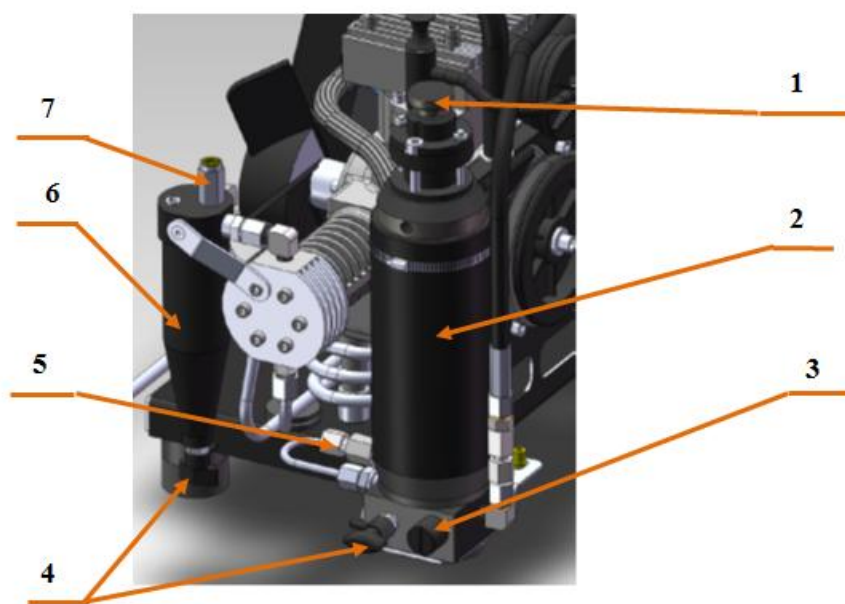

Рисунок 5 - Сепараторы компрессора
3.2.8 Предохранительные клапаны предназначены для ограничения давления в системе компрессора. Предохранительный клапан 3-й ступени сжатия 1 (рисунок 5) расположен в верхней части корпуса сепаратора и открывается при достижении давления выше рабочего (см. таблицу 1). Предохранительный клапан 2-й ступени сжатия 7 (рисунок 5) расположен на корпусе сепаратора 6 и отрегулирован на давление 4 МПа. Предохранительный клапан после 1-й ступени сжатия 10 (рисунок 2) расположен на трубопроводе, соединяющем 1 и 2 ступени сжатия, и отрегулирован на давление 0,8 МПа.
Сепаратор после 2-й ступени сжатия 6 (рисунок 5) предназначен для удаления водной эмульсии и паров масла, скапливающихся в результате охлаждения воздуха после процесса сжатия, для этого внутри корпуса сепаратора имеется металлокерамический фильтр. Сепаратор установлен на головке 3-й ступени сжатия блока и закреплен на кронштейне. Сепаратор после 3-й ступени сжатия (конечный сепаратор) расположен в корпусе фильтра тонкой очистки 2.
сепаратора. Для сброса накопившегося конденсата в нижней части сепараторов расположены краны слива конденсата 4 (рисунок 5). Сброс конденсата необходимо проводить каждые 15 минут работы компрессора.
Фильтр тонкой очистки состоит из корпуса 2 (рисунок 5) и сменного фильтра-картриджа, далее картриджа, (рисунок 6). Конструкция корпуса фильтра не позволяет использовать компрессор без установленного картриджа. При отсутствующем картридже сжатый воздух будет выходить из отверстия в корпусе. Проходя через картридж, который заполнен активированным углем, молекулярным ситом и гопкалитом, воздух отфильтровывается от оставшихся после очистки сепаратором частиц масла и воды, а также окиси углерода (угарного газа). На всех модификациях компрессора установлен фильтр-картридж марки ПТС 21 R 032249.
Внутри корпуса фильтра тонкой очистки поддерживается избыточное давление 15...18 МПа для предотвращения проникновения влаги. Такое давление достигается на работающем компрессоре при помощи клапана поддержания давления 3 (рисунок 5), расположенного в основании корпуса фильтра, и обратного клапана 5. Высокое давление вызывает дополнительную конденсацию влаги в сепараторе. Эту влагу можно удалить, открыв сливной клапан. Благодаря механическому удалению влаги увеличивается срок службы картриджа.
Фильтр-картридж устанавливается в корпус фильтра 2 (рисунок 5).